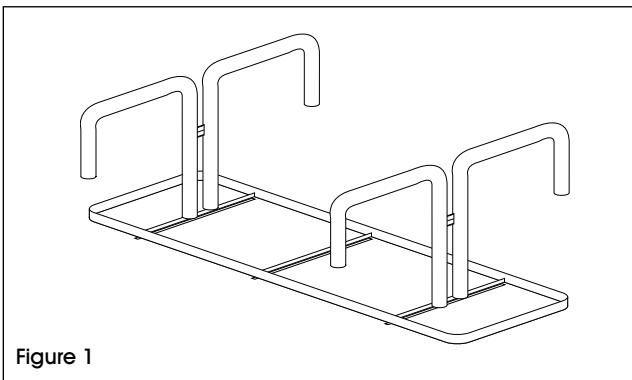

Figure 1
2. Placez le dessus de table à l'envers. Prenez une patte à la fois et fixez lâchement l'extrémité de la patte aux armatures de fixation intérieures du dessus de table à l'aide d'un boulon, de deux rondelles et d'un écrou. (Voir Figure 1)